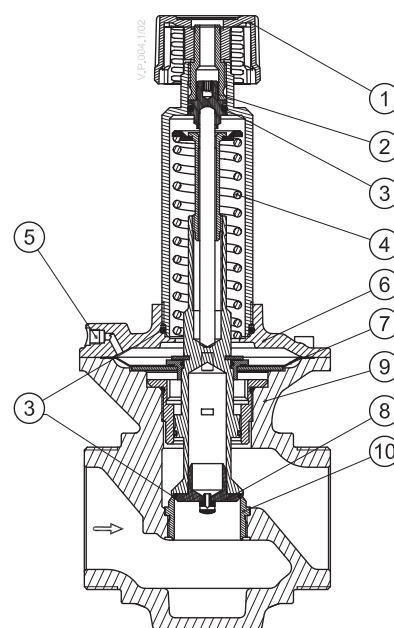

Fig. 8 ASV-PV (DN 50)
predefinição de fábrica, nas Fig. 8 e 9. Use o seguinte procedimento para configurar a pressão diferencial desejada: o ajuste da ASV-PV pode ser alterado girando-se o volante de configuração (2). Girar o volante no sentido horário aumenta o ajuste; girá-lo no sentido anti-horário reduz o ajuste.